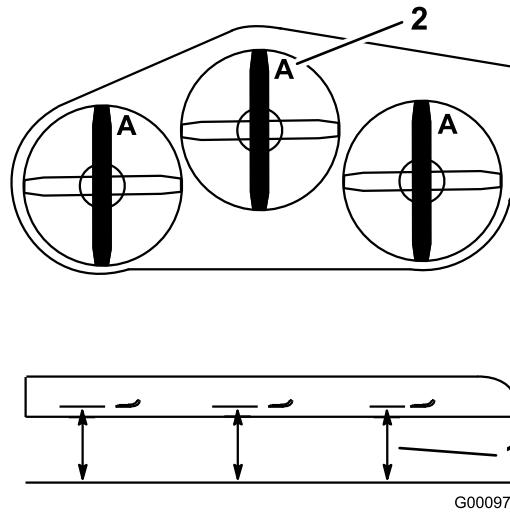

Figura 93
4. Mida en la posición **A** y desde una superficie nivelada hasta el filo de corte de los extremos de la cuchilla (Figura 93).